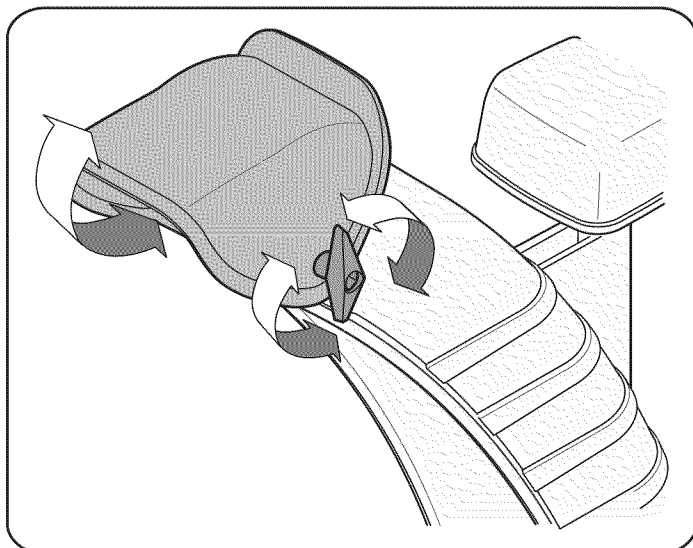

Figura 11
2. Gire el canal hacia arriba o hacia abajo antes de apretar la perilla a mariposa. Vea la Figura 11.